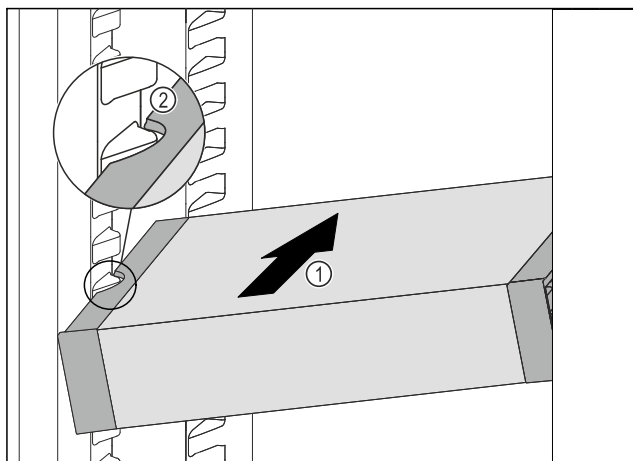

Fig. 87
- ▶ 将 VarioSafe 斜插入冷藏区中 Fig. 87 (1)，直至 VarioSafe 的侧部凹槽 Fig. 87 (2) 与冷藏区中的容器肋梁持平。